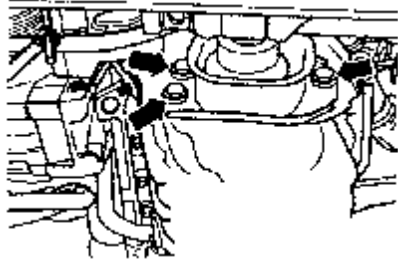

图 4-119 拧下扭矩反应器支架隔套紧固螺栓
(4) 如图 4-119 所示，拧下扭矩反应器支架隔套的紧固螺栓。